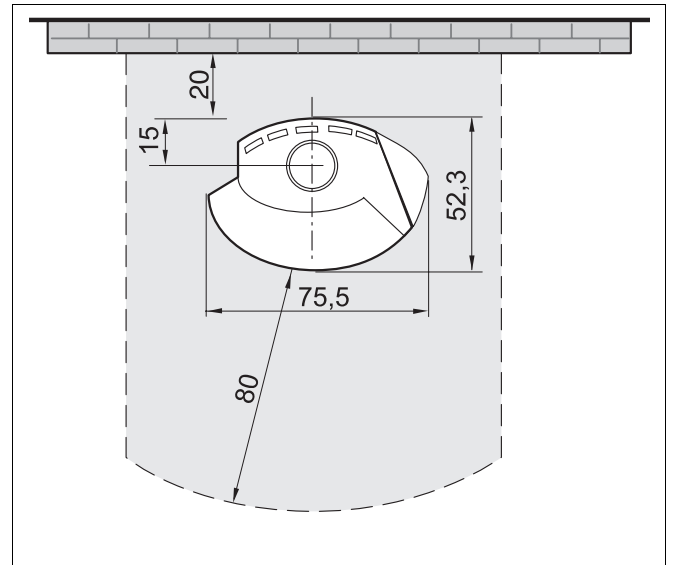

Abb. 9 Kaminofen – Sicherheitsabstände (Maße in cm)
- Beachten Sie die Sicherheitsabstände (Abb. 9).